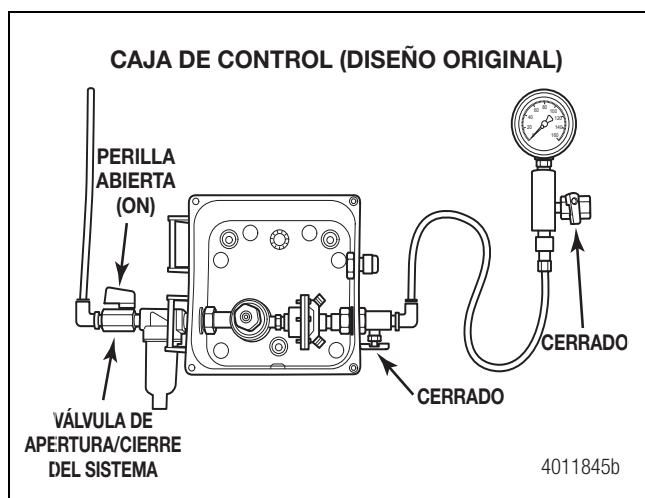
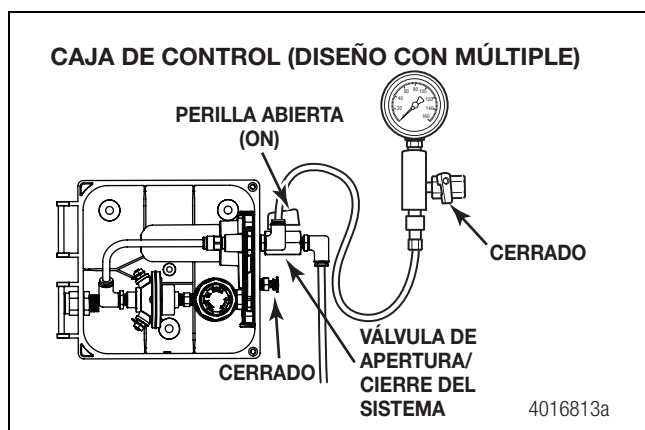

Figura 3.15
Figura 3.16
5. Gire a la posición de "abierto" (ON) la válvula de bola de la línea de suministro. Al hacer esto, el sistema de la caja de control se cargará de aire. Figura 3.15 y Figura 3.16.